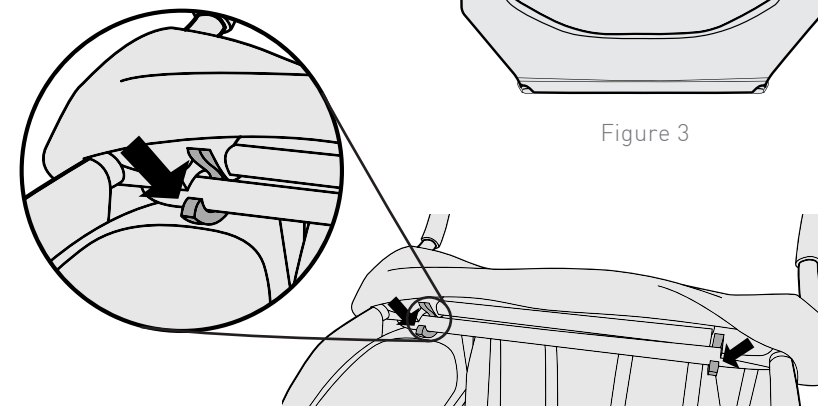

Figure 4
2. Soulevez le capot depuis l'avant de la remorque, puis appuyez sur les loquets de déverrouillage jaunes et faites passer le cadre arrière (Figure 4).